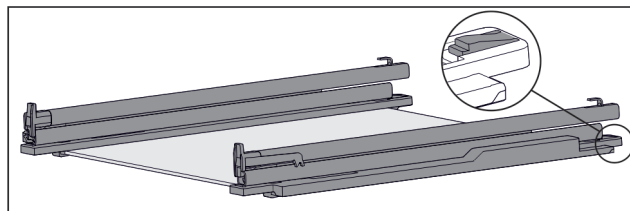

Fig. 155 带轨道和固定件的玻璃隔板
- 将固定件后部向下压(参见 Fig. 155)，同时向后推轨道。